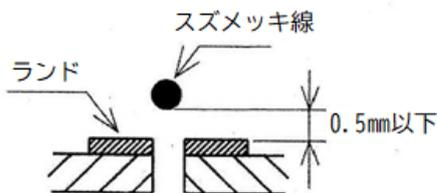

図8 配線の浮き上がり限界
- ① 配線は支給されたスズメッキ線を使用すること。部品リード線の使用は不可とする。
- ② 配線の際に基板のランドを剥離させないように注意すること。
- ③ 配線方向はX-Y方向とする。
- ④ 配線はできるだけランドの中央寄りに配し、ランドの外周をはみ出さないこと。
- ⑤ 配線は基板から浮き上がらないように直線的に行い、浮き上がりの許容差は図8に示すとおりとする。